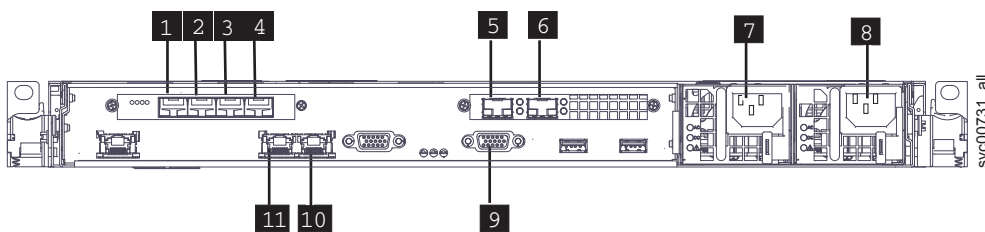

図 188. SAN ボリューム・コントローラー 2145-CG8 の背面にあるコネクター
- 図 188 は、SAN ボリューム・コントローラー 2145-CG8 の背面のコネクターを示しています。